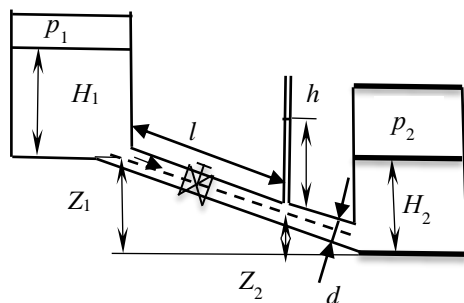

Рис. 8.6
8.13. Определить, каким должно быть давление p_1 над свободной поверхностью топлива в левом баке (рис. 8.6), чтобы оно перетекало с расходом $Q = 12$ л/мин, если уровень топлива в левом баке $H_1 = 6$ м, уровень топлива в правом баке $H_2 = 3$ м, $z_1 = 5$ м, $z_2 = 2$ м, диаметр трубы $d = 100$ мм; длина трубопровода 10 м; коэффициент сопротивления вентиля $\xi_{\text{вент}} = 1,2$; коэффициенты сопротивления входу и выходу из трубопровода $\xi_{\text{вх}} = \xi_{\text{вых}} = 0,8$; шероховатость трубы — 0,04 мм. Давление над свободной поверхностью топлива в правом баке $p_2 = 105$ кПа. Плотность топлива 880 кг/м³, кинематический коэффициент вязкости топлива $\nu = 180$ сСт.
8.14. Определить, каким должно быть давление p_2 над свободной поверхностью топлива в правом баке (рис. 8.6), чтобы оно перетекало с расходом $Q = 12$ л/мин, если уровень топлива в левом баке $H_1 = 5$ м, уровень топлива в правом баке $H_2 = 3$ м, $z_1 = 5$ м, $z_2 = 2$ м, диаметр трубы $d = 100$ мм; длина трубопровода 12 м; коэффициент сопротивления вентиля $\xi_{\text{вент}} = 1,2$; коэффициенты сопротивления входу и выходу из трубопровода $\xi_{\text{вх}} = \xi_{\text{вых}} = 0,8$; шероховатость трубы — 0,04 мм. Давление над свободной поверхностью топлива в левом баке $p_1 = 110$ кПа. Плотность топлива 850 кг/м³, кинематический коэффициент вязкости топлива $\nu = 160$ сСт.
8.15. Определить, каким должен быть уровень топлива в левом баке H_1 (рис. 8.6), чтобы оно перетекало с расходом $Q = 10$ л/мин, если уровень топлива в правом баке $H_2 = 3$ м, $z_1 = 5$ м, $z_2 = 2$ м, диаметр трубы $d = 80$ мм; длина трубопровода 12 м; коэффициент сопротивления вентиля $\xi_{\text{вент}} = 1,2$; коэффи-
8.16. Определить, каким должен быть уровень топлива в правом баке H_2 (рис. 8.6), чтобы оно перетекало с расходом $Q = 10$ л/мин, если уровень топлива в левом баке $H_1 = 4$ м, $z_1 = 3$ м, $z_2 = 1$ м, диаметр трубы $d = 80$ мм; длина трубопровода 8 м; коэффициент сопротивления вентиля $\xi_{\text{вент}} = 1,2$; коэффициенты сопротивления входу и выходу из трубопровода $\xi_{\text{вх}} = \xi_{\text{вых}} = 0,8$; шероховатость трубы — 0,04 мм. Давление над свободной поверхностью топлива в левом баке $p_1 = 110$ кПа, давление p_2 над свободной поверхностью топлива в правом баке $p_2 = 105$ кПа.